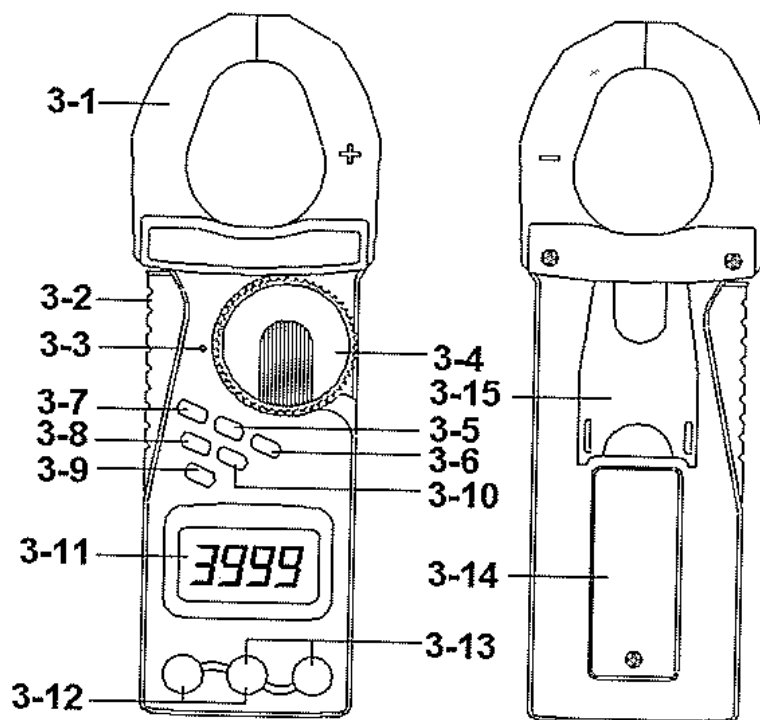

Fig. 1
- 3) Se medir “DCV”, selecionar o “Interruptor rotativo de função” (3-4, Fig. 1) para a posição “V”, a seguir, premir o “Botão FUNC.” (3-9, Fig. 1) e o visor mostrará “
- 3) Rodar o “Interruptor rotativo de função” (3-4, Fig. 1) para a posição “Ω” e premir o “Botão FUNC.”.
- 5) Durante o funcionamento do modo de “Gama automática”, premir o “Botão de gama” (3-10, Fig. 1) para fixar a gama.
- 3) Rodar o “Interruptor rotativo de função” (3-4, Fig. 1) para a posição “
- 1) Rodar o “Interruptor rotativo de função” (3-4, Fig. 1) para a posição “2000A”, e premir o “Botão FUNC.” (3-9, Fig. 1) e o visor mostrará “ $\sim$ ”.
- 2) Premir o “Gatilho” (3-2, Fig. 1) para abrir as “Garras Sensoras de Corrente” (3-1, Fig. 1) e agarrar apenas no condutor de medição.
- a. Recomenda-se utilizar normalmente o modo de “gama automática”. Contudo, se premir o “Botão de gama” (3-10, Fig. 1) fixará a gama.
- 1) Rodar o “Interruptor rotativo de função” (3-4, Fig. 1) para a posição “2000A”, e premir o “Botão FUNC.” (3-9, Fig. 1) e o visor mostrará “ $\equiv$ ”.
- 2) Premir o “Botão zero DCA” (3-5, Fig. 1) durante pelo menos 2 segundos para que o visor mostre o valor “ZERO”.
- 3) Premir o “Gatilho” (3-2, Fig. 1) para abrir as “Garras Sensoras de Corrente” (3-1, Fig. 1) e agarrar apenas no condutor de medição.
- 3) Se medir “uA” (400 uA, 4000 uA), rodar o “Botão rotativo de função” (3-4, Fig. 1) para a posição “uA”, a seguir premir o “Botão FUNC.” (3-9, Fig. 1) e o visor mostrará “”.
- 4) Se medir “mA” (400 mA, 400 mA), rodar o “Botão rotativo de função” (3-4, Fig. 1) para a posição “mA”, a seguir premir o “Botão FUNC.” (3-9, Fig. 1) e o visor mostrará “”.
Todos os procedimentos de medição são iguais ao ponto 5-8 anterior, à exceção do facto de ao premir o “Botão FUNC.” (3-9, Fig. 1) o visor mostrar “”.
- 3) Rodar o “Interruptor rotativo de função” (3-84, Fig. 1) para a posição:  “ e premir o “Botão de função” (3-9, Fig. 1) e o visor mostrará “nF”.